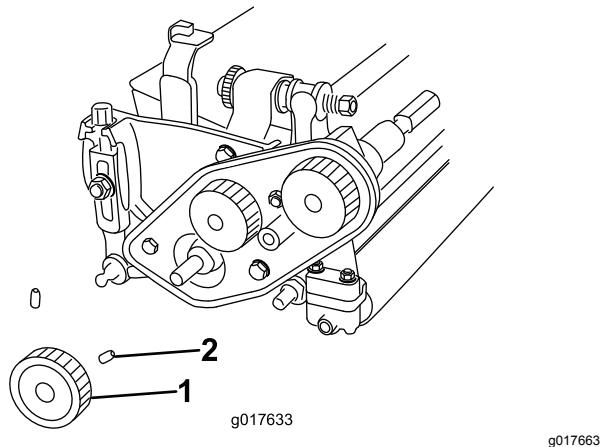

Figura 5
- Afloje los 2 tornillos de fijación que sujetan la polea inferior y retire la polea del eje del molinete (Figura 5).
- B. Instale la polea inferior en el eje de transmisión del molinete, sujetándola con los 2 tornillos de fijación al eje (Figura 5).